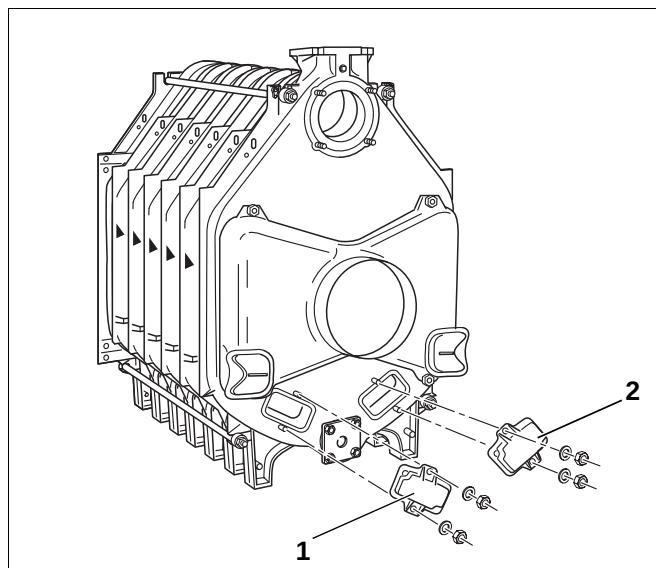

Fig. 27 Montasje – rengjøringsdeksler
- Hvis rengjøringsdekslene er demontert for å kunne feste montasjesettet på bakelementet, skal disse dekslene skrues på bakelementet igjen ved hjelp av underlagsskiver og mutre (fig. 27, **pos. 1 og 2**).